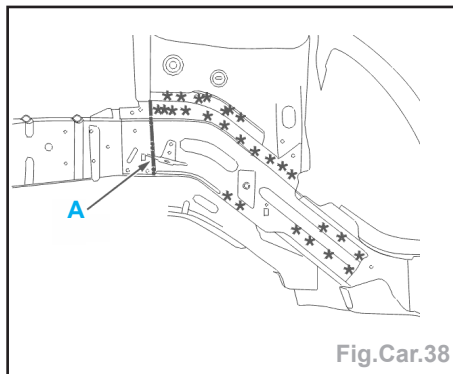

Fig.Car.38
- Tracer puis couper la fermeture de brancard (suivant **A**) (Fig.Car.38).